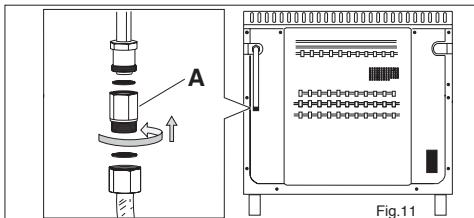

Fig.11
2) con tubo flessibile in acciaio inox a parete continua, con collegamento meccanico in conformità alle norme vigenti (vedere fig. 11).